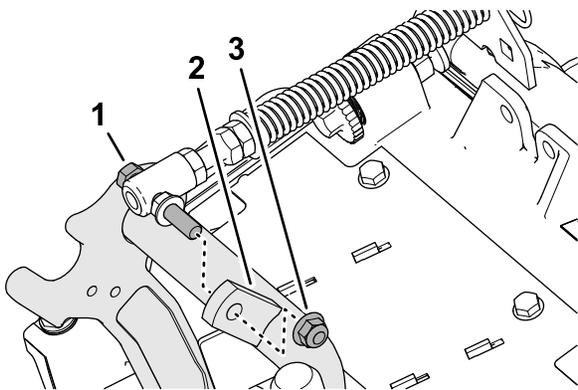

Рисунок 9
3. Отверните фланцевую контргайку (3/8 дюйма), которая крепит колпачковый винт пружины компенсации состояния грунта к правому выступу несущей рамы, и снимите пружину компенсации с режущего блока (Рисунок 9).